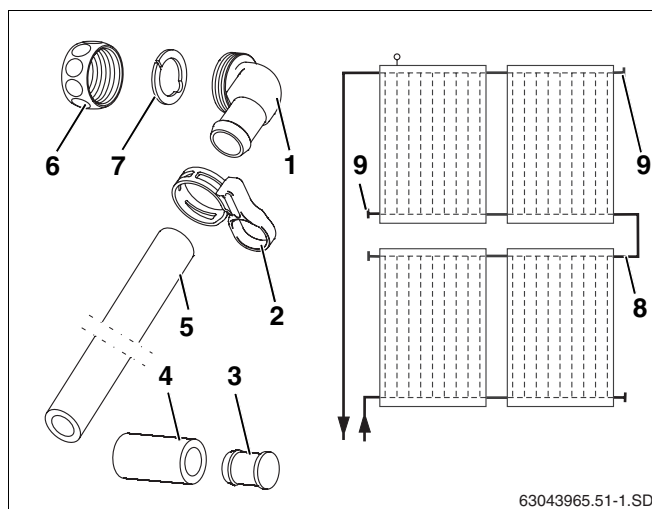

Fig. 39 Representación esquemática y volumen de suministro
El juego de conexión (fig. 39, **pos. 8**) para realizar la unión entre dos filas de colectores puede adquirirse como accesorio. Las salidas adicionales sin utilizar se cierran con tapones ciegos (fig. 39, **pos. 9**).
Volumen de suministro (fig. 39)